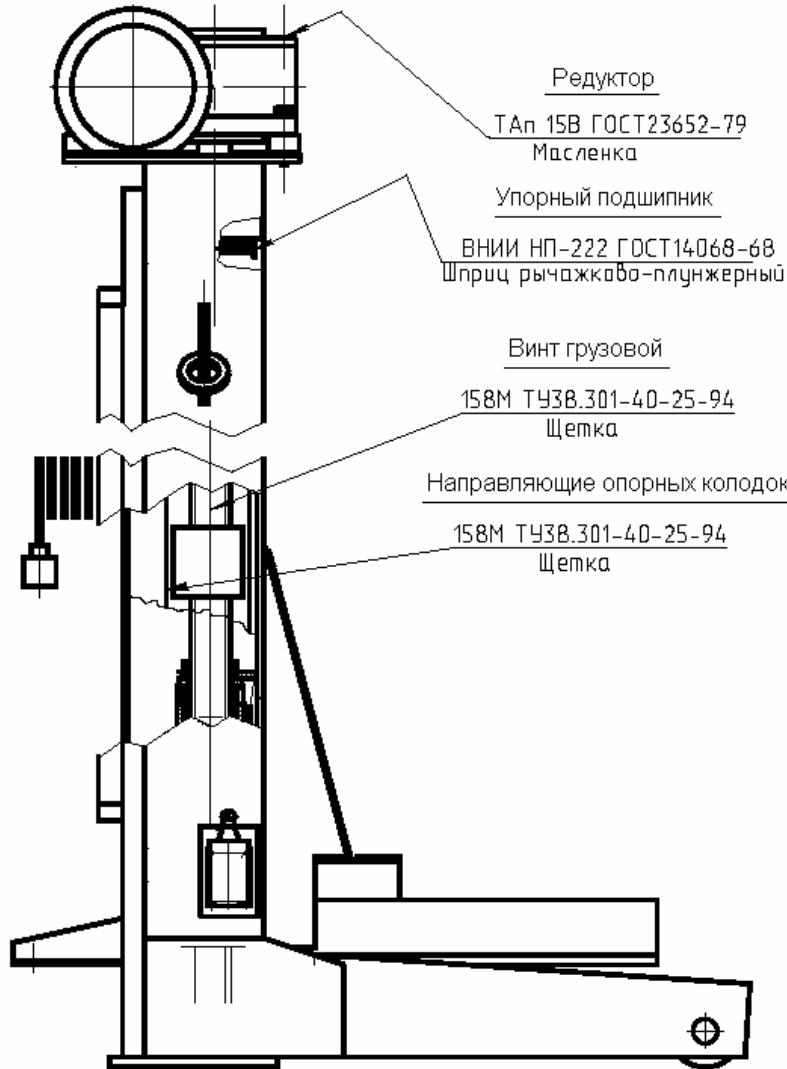

Рис. 8. Кarta смазки подъемника ПП-5.
- произвести смазку стоек подъемника в соответствии с картой смазки (см. Рис. 8).